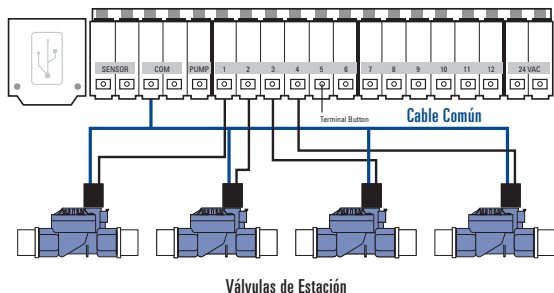

Figura 7: Cómo conectar el cable del aspersor
IMPORTANTE: Puede sepultar el cable en la tierra. Sin embargo, para lograr una mayor protección, puede pasar los cables a través de una tubería PVC y colocar la misma debajo del terreno. Cuidado de no enterrar los cables en áreas propensas a excavaciones o de zanjas. (Vea la Figura 7).
- Determine qué válvula quiere conectar en cada estación. Con un destornillador Phillips, presione el botón de cada terminal para insertar cada cable del aspersor, excluyendo el cable “común”, en una terminal de estación individual (de color gris); inserte completamente el cable pelado en la terminal debajo de cada número. (Vea la Figura 7).